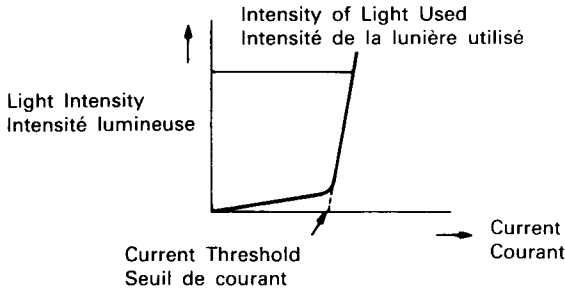

Fig. 10
20. Things to Keep In Mind During Servicing (Fig. 10)**(1) Regarding the Semiconductor Laser**
Furthermore, the Current-Light Intensity Characteristic once a certain amperage threshold is exceeded, rises sharply (as can be seen in Fig. 10). This current threshold is slightly different for each laser unit. Consequently, during operations such as the replacement of the Unit Mechanism Assembly, when setting the intensity of the laser be sure to turn the Semi-variable Resistor VR901 as far to the right as it will go to set it off once, and then raise the current to the level which is specified.
20. Points importants lors de l'entretien (Fig. 10)
De plus, les caractéristiques d'intensité courant-lumière augmentent considérablement, une fois un certain seuil d'ampérage atteint (comme indiqué sur la Fig. 10). Ce seuil de courant varie légèrement selon l'unité laser. En conséquence, lors d'opérations telles que le remplacement de l'ensemble du mécanisme d'unité, au moment du réglage de l'intensité du laser, bien veiller à tourner la résistance semivariable VR901 à fond à droite, puis augmenter le courant au niveau spécifié.